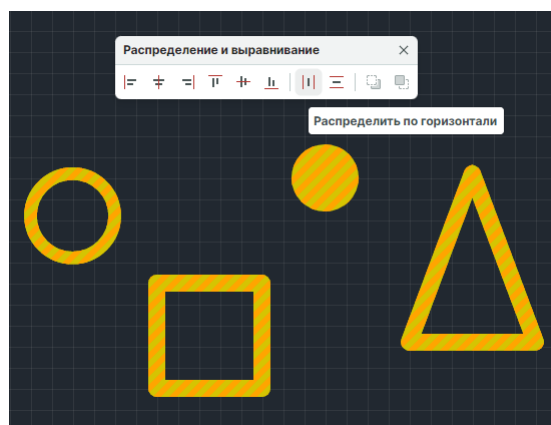

Рис. 299 Выбор инструмента
2. На панели «Распределение и выравнивание» выберите инструмент «Распределить по горизонтали», который обозначен иконкой , см. Рис. 299.